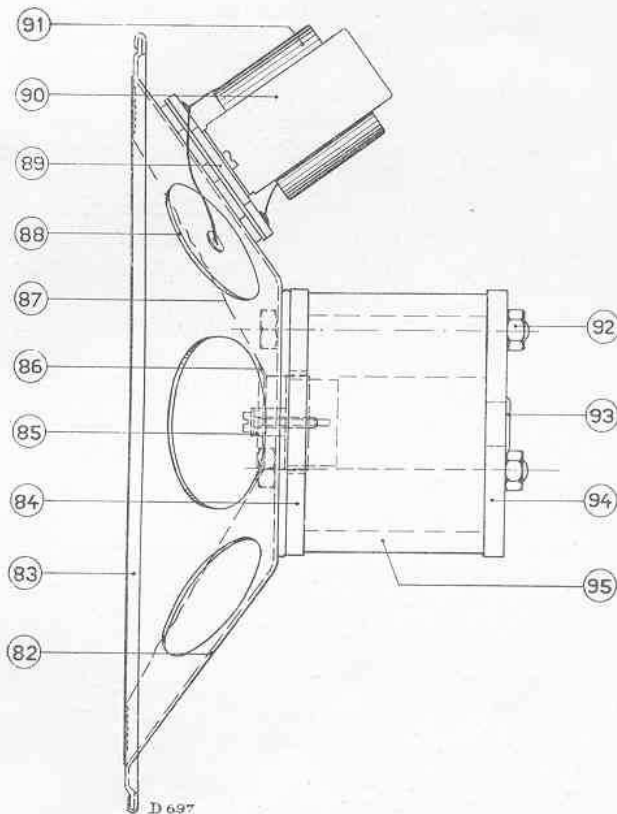

Fig. 8
- la plaque d'avant et celle d'arrière (fig. 8, repère 84 et 94) ne soient en aucun cas retirées de l'aimant, ceci pourrait occasionner son affaiblissement.